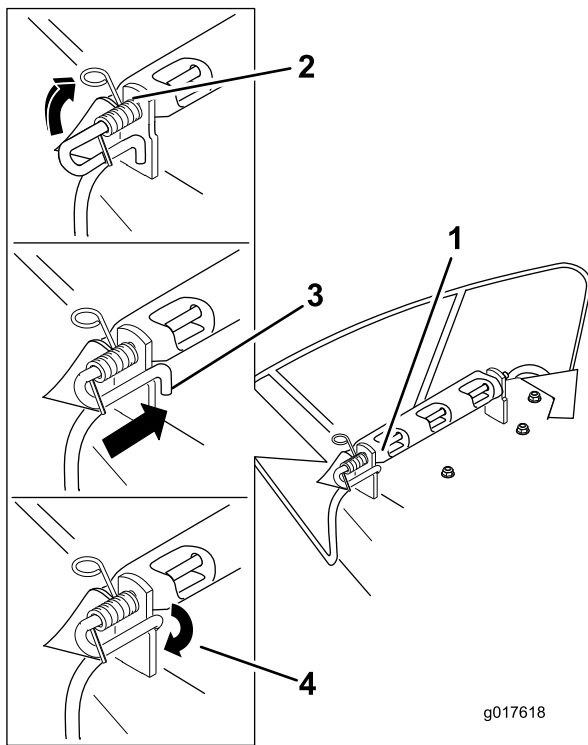

Figure 58
4. Soulevez le côté avec la boucle du ressort et placez-le dans le cran du support de déflecteur (Figure 58).
5. Fixez l'ensemble tige et ressort en le tournant de sorte à pouvoir placer l'extrémité courte de la tige derrière le support avant soudé au tablier de coupe (Figure 58).